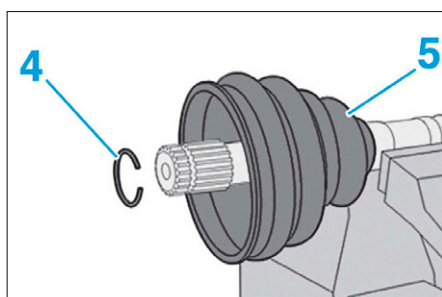

FIG. 8
- Déposer (Fig.8) :
- le jonc d'arrêt (4),
- le soufflet de transmission (5).